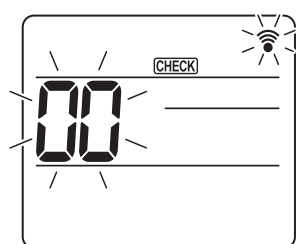
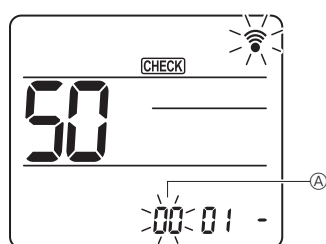
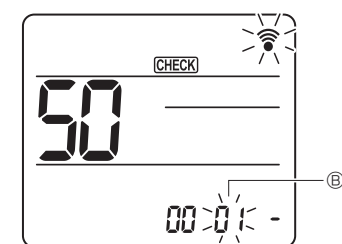
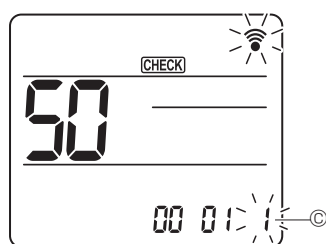

Fig. 7-18
Fig. 7-19
Fig. 7-20
Fig. 7-21
7.4.2. À l'aide de la télécommande sans fil (Fig. 7-18, Fig. 7-19, Fig. 7-20, Fig. 7-21)
① Accès au mode de sélection des fonctions
- Appuyez sur la touche [MENU] pendant 5 secondes. (Commencez cette opération lorsque l'affichage de la télécommande est éteint.) [CHECK] s'allume et "00" clignote. (Fig. 7-18)
② Réglage du numéro d'appareil
- Appuyez sur les touches [DOWN] pour régler le numéro d'appareil ①. (Fig. 7-19)
③ Sélection d'un mode
- Appuyez sur les touches [DOWN] pour régler le numéro de mode ②. (Fig. 7-20)
④ Sélection du numéro de réglage
- Utilisez la touche [DOWN] pour changer le numéro de réglage ③. (Fig. 7-21)
⑤ Pour sélectionner plusieurs fonctions à la suite
- Répétez les sélections ③ et ④ pour modifier les réglages de plusieurs fonctions à la suite.
⑥ Fin de la sélection de fonction